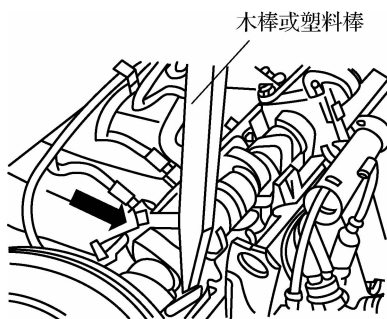

图 3-12 检查液压挺柱
(2)液压挺柱的静态检查。拆下气缸盖罩盖,顺时针方向转动曲轴,直至与被检查挺柱对应的凸轮的尖点向上,用带有楔形尖端的木棒或塑料棒向下压挺柱,如图 3-12 所示。若在气门关闭时,液压挺柱自由行程超过 0.1 mm,压下挺柱感觉有间隙,则更换挺柱。